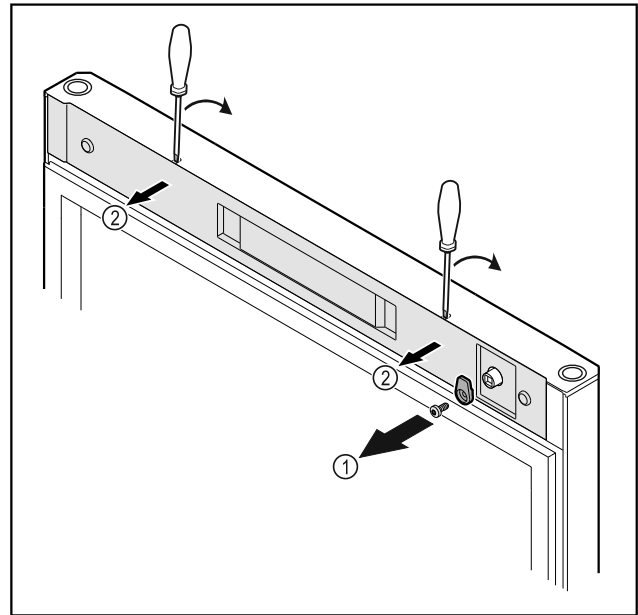

Fig. 52
- Lironi vidat e grepit të mbylljes Fig. 52 (1).
- Nxirrni nga foleja kapakun mbulues Fig. 52 (2) me një kaçavidë të vogël dhe hiqeni.